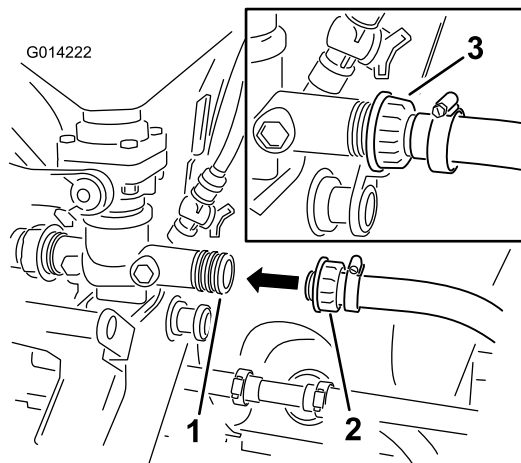

図 26
2. これらのパーツが付いているホース端部を、エダクタのバルブの後向きの開口部に接続する（図 26）。プラスチック製のナットを使ってホースを固定する。